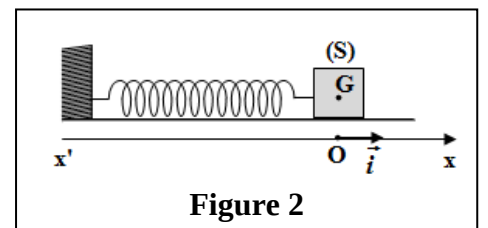

Figure 2
On étudie le mouvement du centre d'inertie G du solide (S) dans un repère $(O, \vec{i})$ lié à la Terre supposé galiléen (Figure 2). À l'équilibre $x_G = x_0 = 0$.